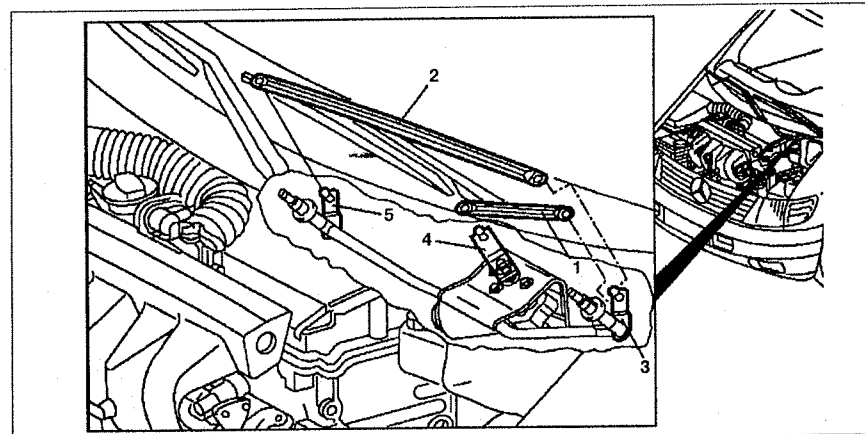

Рис. 10.22. Соединительные рычаги стеклоочистителей:
3. Отсоедините соединительную тягу 1 от рычагов 3 и 4 (см.рис.10.22).